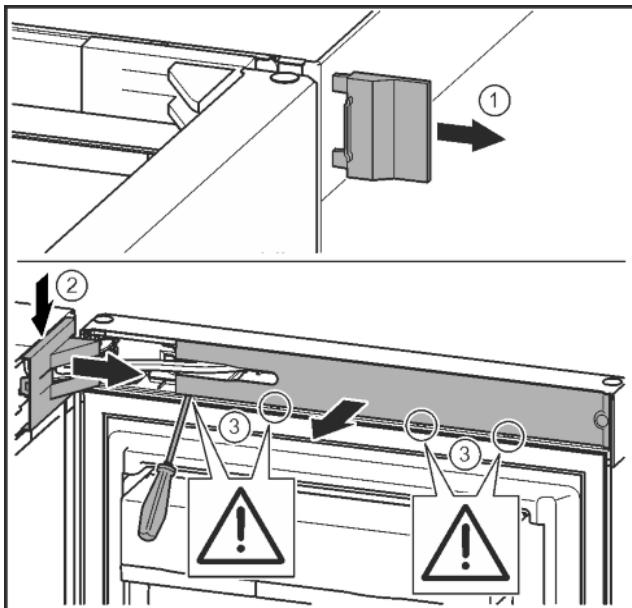

Fig. 12
- Свалете външния капак. Fig. 12 (1)
- Освободете и развийте капака на лагерната стойка. Свалете капака на лагерната стойка. Fig. 12 (2)
- Освободете капачката с плоска отвертка и я завъртете настрани. Fig. 12 (3)